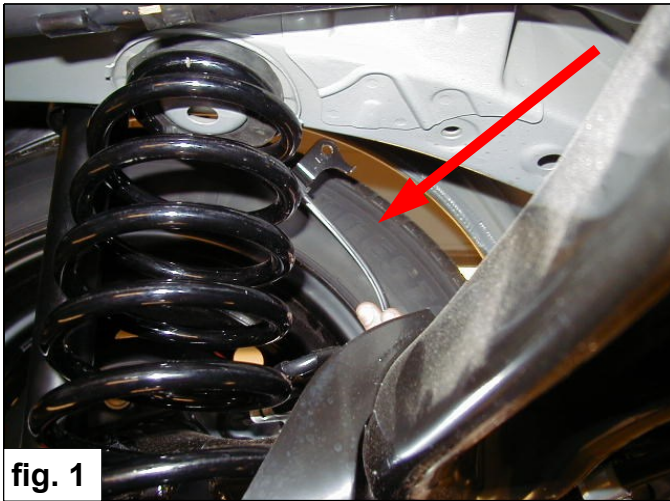

fig. 1
1. Satz HV-360401: Demontieren Sie den untere Stoßdämpferbolzen. **Achten Sie darauf dass die Bremsschläuche und Die A.B.S. Kabels nicht unter Spannung kommen.** Siehe Fig. 1.
1. Ensemble HV-360401: Démontez l'écrou inférieur de l'amortisseur. **Veillez à ce que les uyaux de frein et les câbles du système ABS ne soient pas tendus.** Voir fig. 1.
1. Uppsättning HV-360401: Demontera den nedre stötdämpar bulten. Kontrollera så att bromsslagen och kabeln till ABS-sensorn inte kommer under spänning. Se fig. 1.